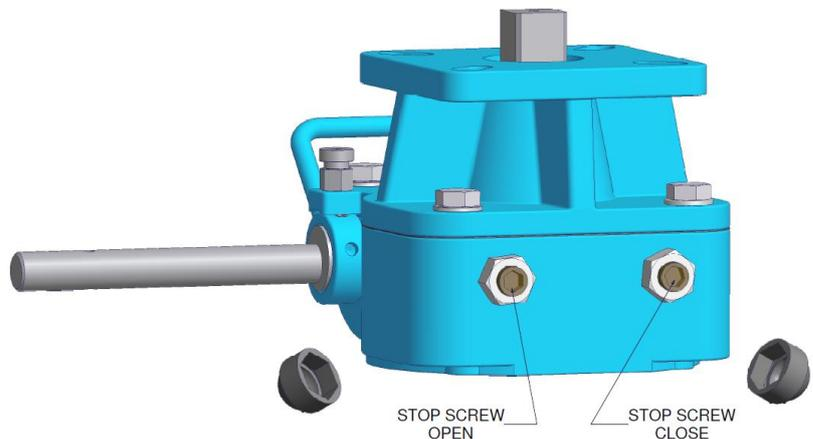

FIG. 2 ADJUSTMENT OF THE STOPSCREWS
- Mettere il riduttore in modalità manuale, abbassando la leva di manovra (21), secondo le procedure descritte al punto 5.2;
- Mettere la valvola in posizione di completa chiusura, girando il volante di manovra (22) in senso orario: se la posizione di completa chiusura non può essere raggiunta, allentare la vite di regolazione di chiusura (12) (vedi fig. 2). Continuare a girare il volantino finché la valvola non sia completamente chiusa.
- Avvitare quindi a mano la vite di regolazione (12) fino a che va a battuta sull'ingranaggio interno. Quindi bloccarla con il controdado (11).
- Aprire la valvola girando il volantino (22) in senso antiorario: se la posizione di completa apertura non può essere raggiunta, allentare la vite di regolazione di apertura (vedi fig. 2). Continuare a girare il volantino finché la valvola non sia completamente aperta.
- Mettere il riduttore in modalità automatica, sollevando la leva di manovra (21), secondo le procedure descritte al punto 5.2;
- Put the gearbox in the manual-mode, by lowering the control handle (21), following the procedures described at point 5.2;
- Put the valve into full closed position by turning the handwheel (22) clockwise: if the fully closed position cannot be achieved, loosen the stop screw-close (12) (see fig. 2).
- Turn the screw (12) back into the gearbox until is blocked (hand tight). Secure the stop screw-close with the counter nut (11).
- Open the valve by turning the handwheel (22) counter-clockwise: if the fully open position cannot be achieved, loosen the stop screw-open (see fig. 2).
- Turn the screw (12) back into the gearbox until is blocked (hand tight). Secure the stop screw-open with the counter nut (11).
- Put the gearbox in auto-mode, by rising the control handle (21), following the procedures described at point 5.2;